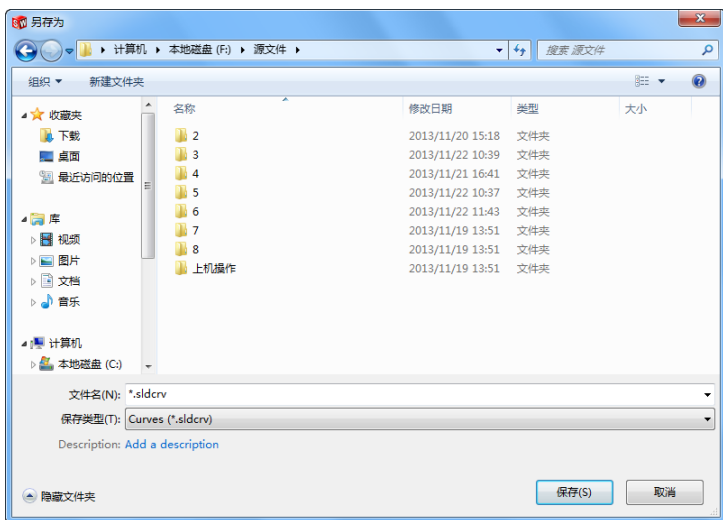

图 6-40 “另存为”对话框
**06** 保存曲线文件。设置好的曲线文件可以保存下来，单击“曲线文件”对话框中的“保存”或者“另存为”按钮，系统弹出如图 6-40 所示的“另存为”对话框，然后选择合适的路径，输入文件名称，最后单击“保存”按钮即可。